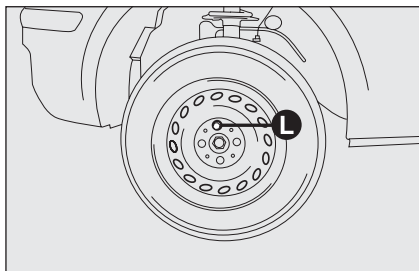

Рис. 5
- ❑ для версий с колпаками колес, снимите колпак: выверните сначала три «нижних» болта крепления колеса, затем четвертый (верхний) **L** (рис. 5) и снимите колесо;